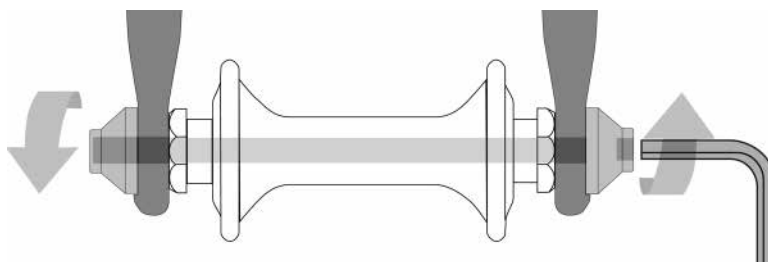

fig. 18
2. Mediante un eje hueco con un «pincho» que lo atraviesa y que tiene una tuerca en un extremo y un accesorio para una llave hexagonal, palanca de bloqueo u otro dispositivo de apriete en el otro (fig. 18).